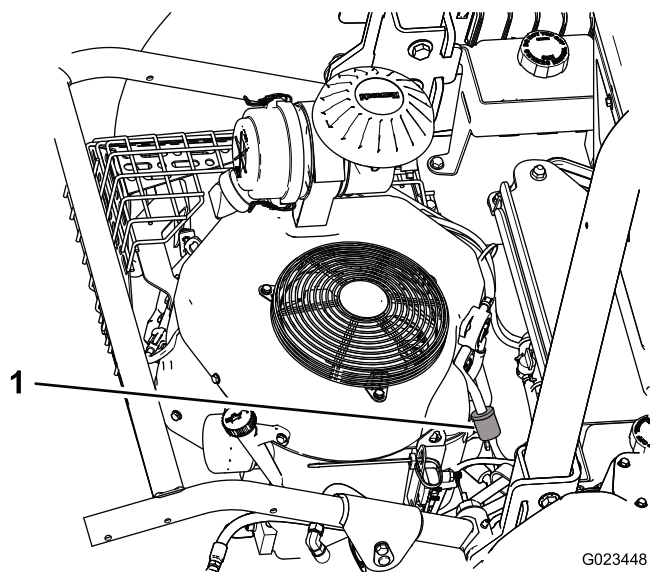
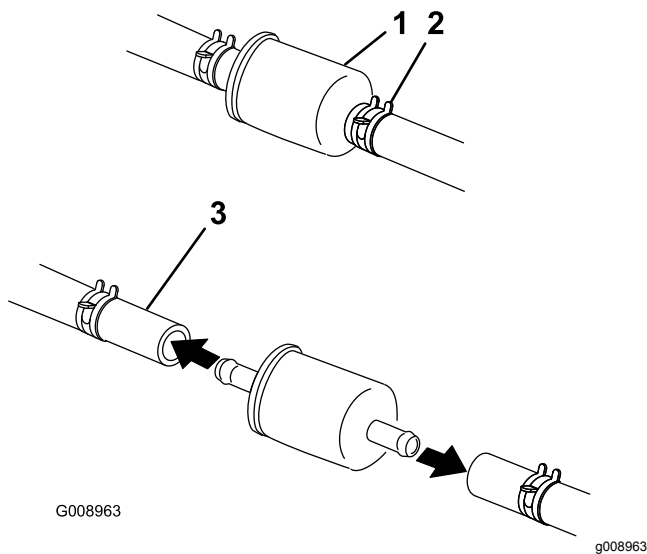

Figure 47
Figure 48
2. Desserrez le collier de flexible sur le côté carburateur du filtre, et débranchez la conduite de carburant du filtre (Figure 47 et Figure 48).